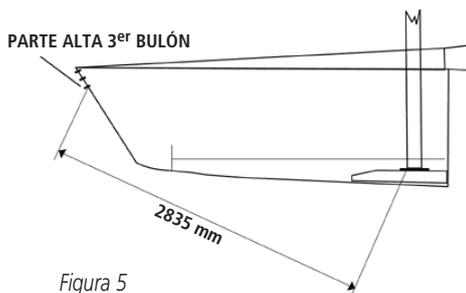

Figura 5
► El próximo paso es poner el mástil en la posición adecuada en la carlinga. Poner la punta de la cinta métrica en la parte de arriba del tercer bulón de la landa de proa y medir 2.835 mm hasta la cara de proa del mástil en intersección con la carlinga. ( Ver figura 5 )